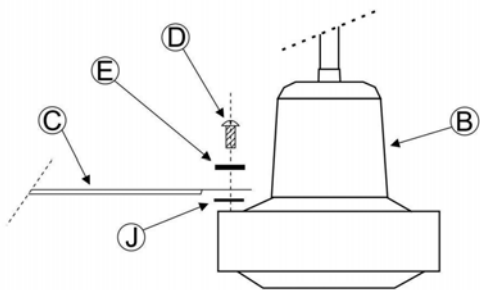

Fig. 5
1. Закрепите лопасти **(С)** на электродвигателе **(В)** используя винты **(D)** и шайбы **(E)**. Также, следует проложить картонные шайбы **(J)** между лопастью вентилятора и электродвигателем, это уменьшит вибрации и шум от вентилятора. Проделайте такие же операции с оставшимися лопастями **(Рис.5)**